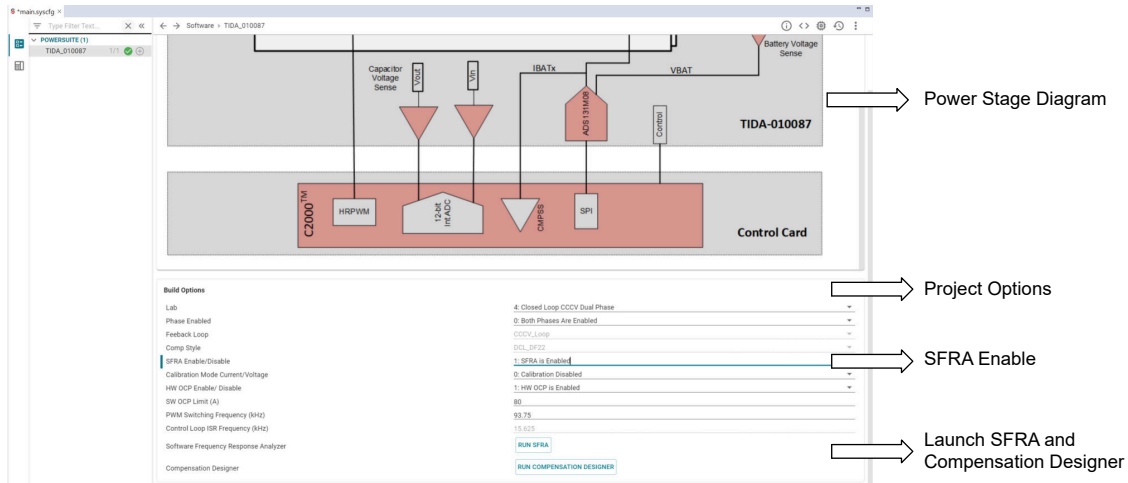

图 3-2. 本设计的 powerSUITE 页面
4. 此操作将工程导入到工作区环境中，并显示具有与图 3-2 类似的 GUI 的配置页面。